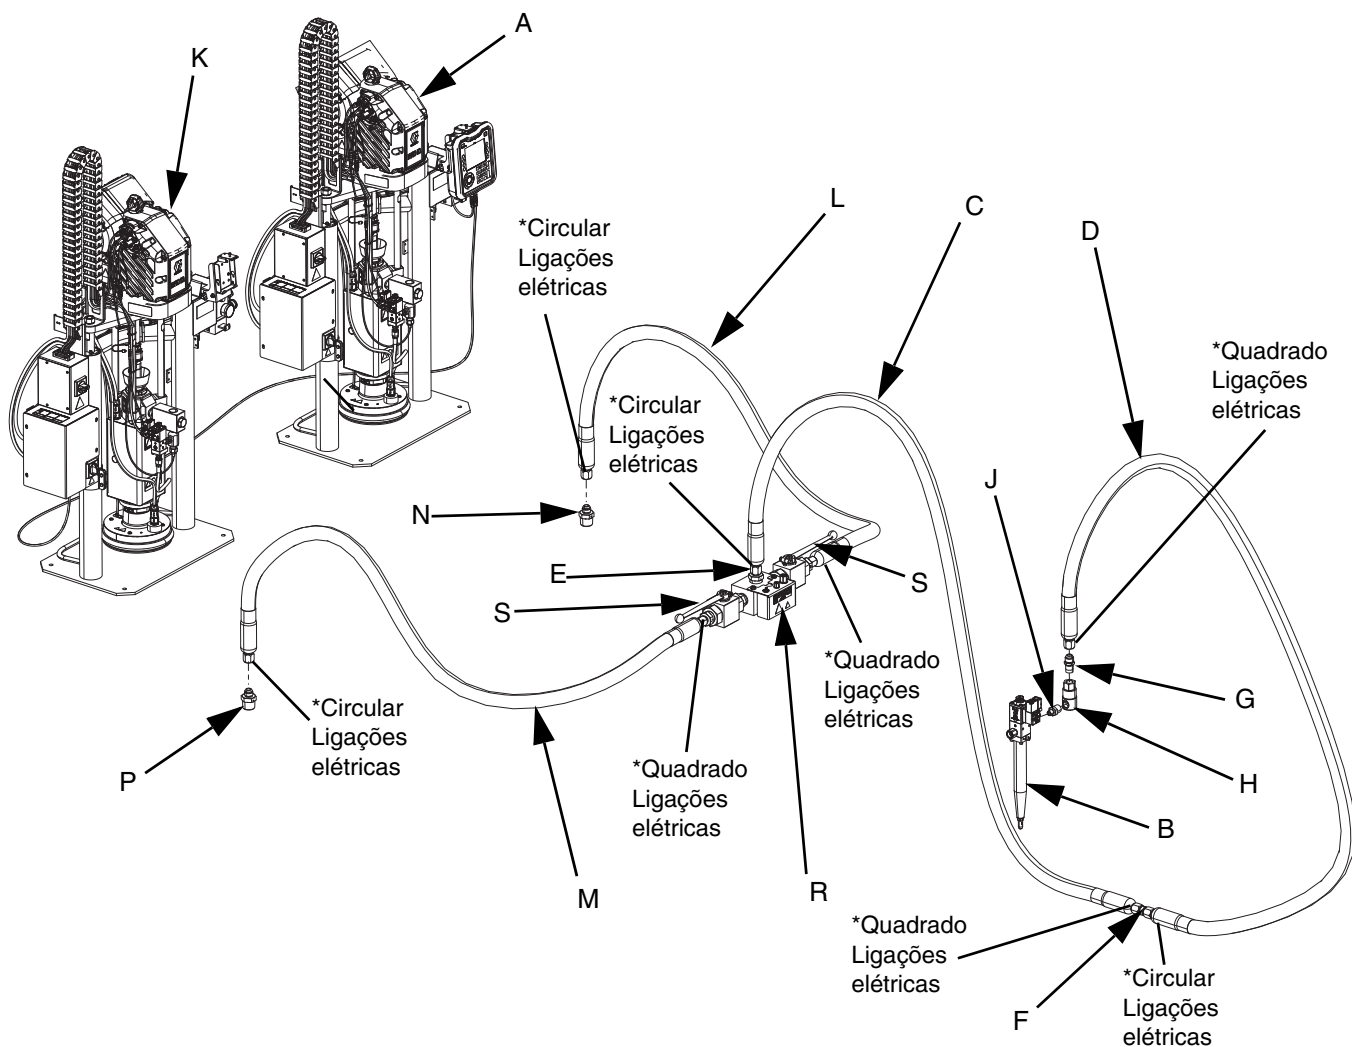

FIG. 2: Sistema de dispensação tandem E-Flo iQ
NOTA: FIG. 2 mostra uma instalação típica do sistema de dispensação E-Flo iQ com uma unidade de alimentação do êmbolo tandem iQ, tubos flexíveis, conectores e uma válvula dispensadora iQ. Algumas instalações podem não requerer tubo flexível de alimentação 2 (D) para a válvula dispensadora iQ (B), dependendo das necessidades do sistema.